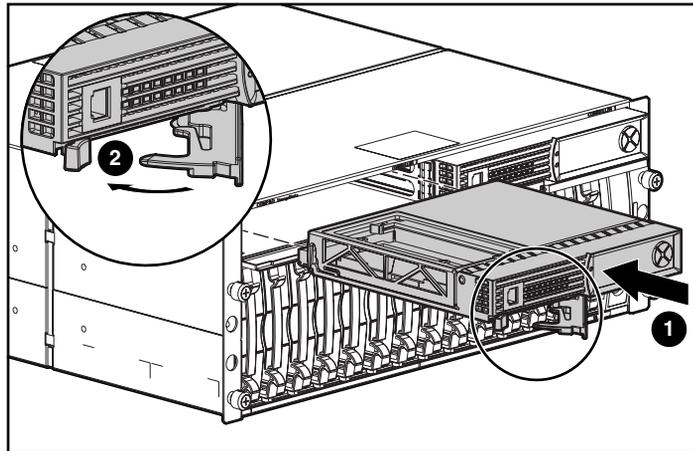

Figura 4: Installazione del controller di sostituzione
3. Come mostrato nella Figura 4, inserire il controller di sostituzione all'interno del telaio ❶.